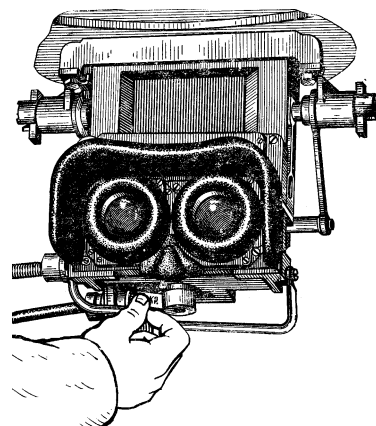

Рис. 81. Відкриття шторки приладу ТВНЕ-1ПА
- спостерігаючи в прилад ТВНЕ-1ПА, відкрити шторку (рис. 81);